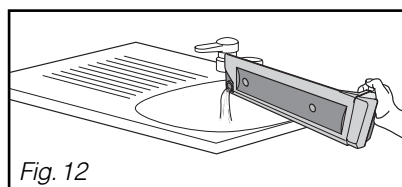

Fig. 12
Le bac de récupération doit être vidé après chaque cycle de séchage (Fig. 12).
– Videz le bac (Fig. 12).